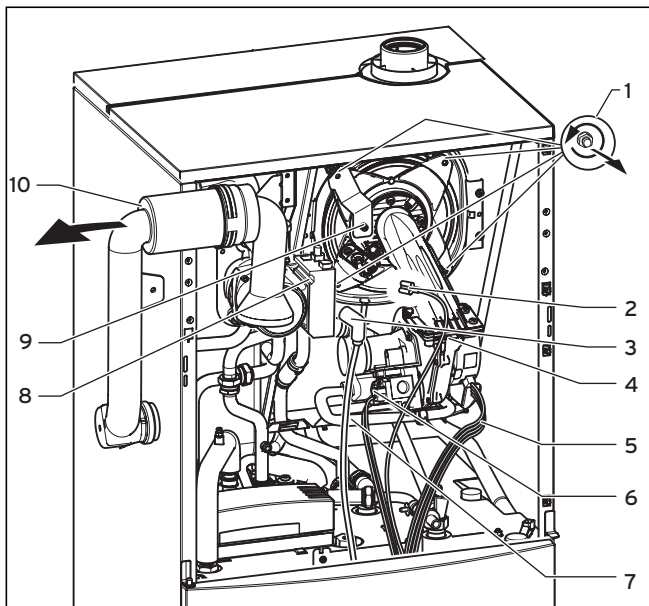

Abb. 8.2 Brennermodul ausbauen
Legende (Abb. 8.2):
- Trennen Sie die Gaszuleitung (7).
- Entfernen Sie die vier Muttern (1, Abb. 8.2).
- Ziehen Sie das Brennermodul (4) vom Integral-Kondensations-Wärmetauscher (8) ab, siehe Abb. 8.2.
Die Brennertürdichtung (1, Abb. 8.2) und die selbstsichernden Muttern am Brennermodul (Art.-Nr.: 0020025929) müssen nach jedem Ausbauen des Moduls (z. B. während der Wartung) ersetzt werden.